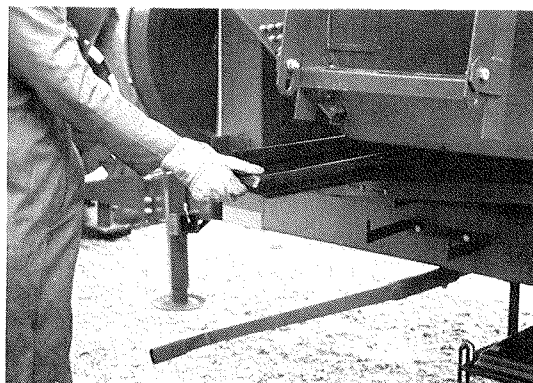
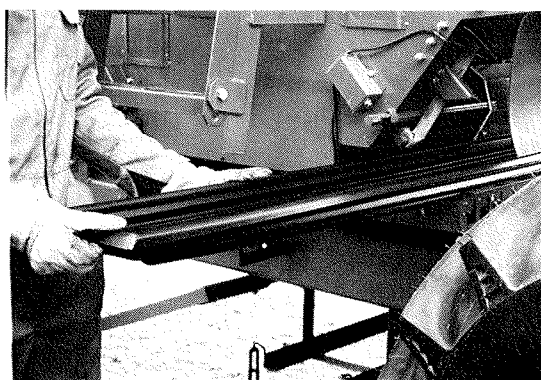

Fig. 44 Främre uppsamlingstråg
Fig. 45 Bakre uppsamlingstråg
7. Sätt uppsamlingstrågen på sina platser med öppningarna uppåt, se fig 44 och fig 45.